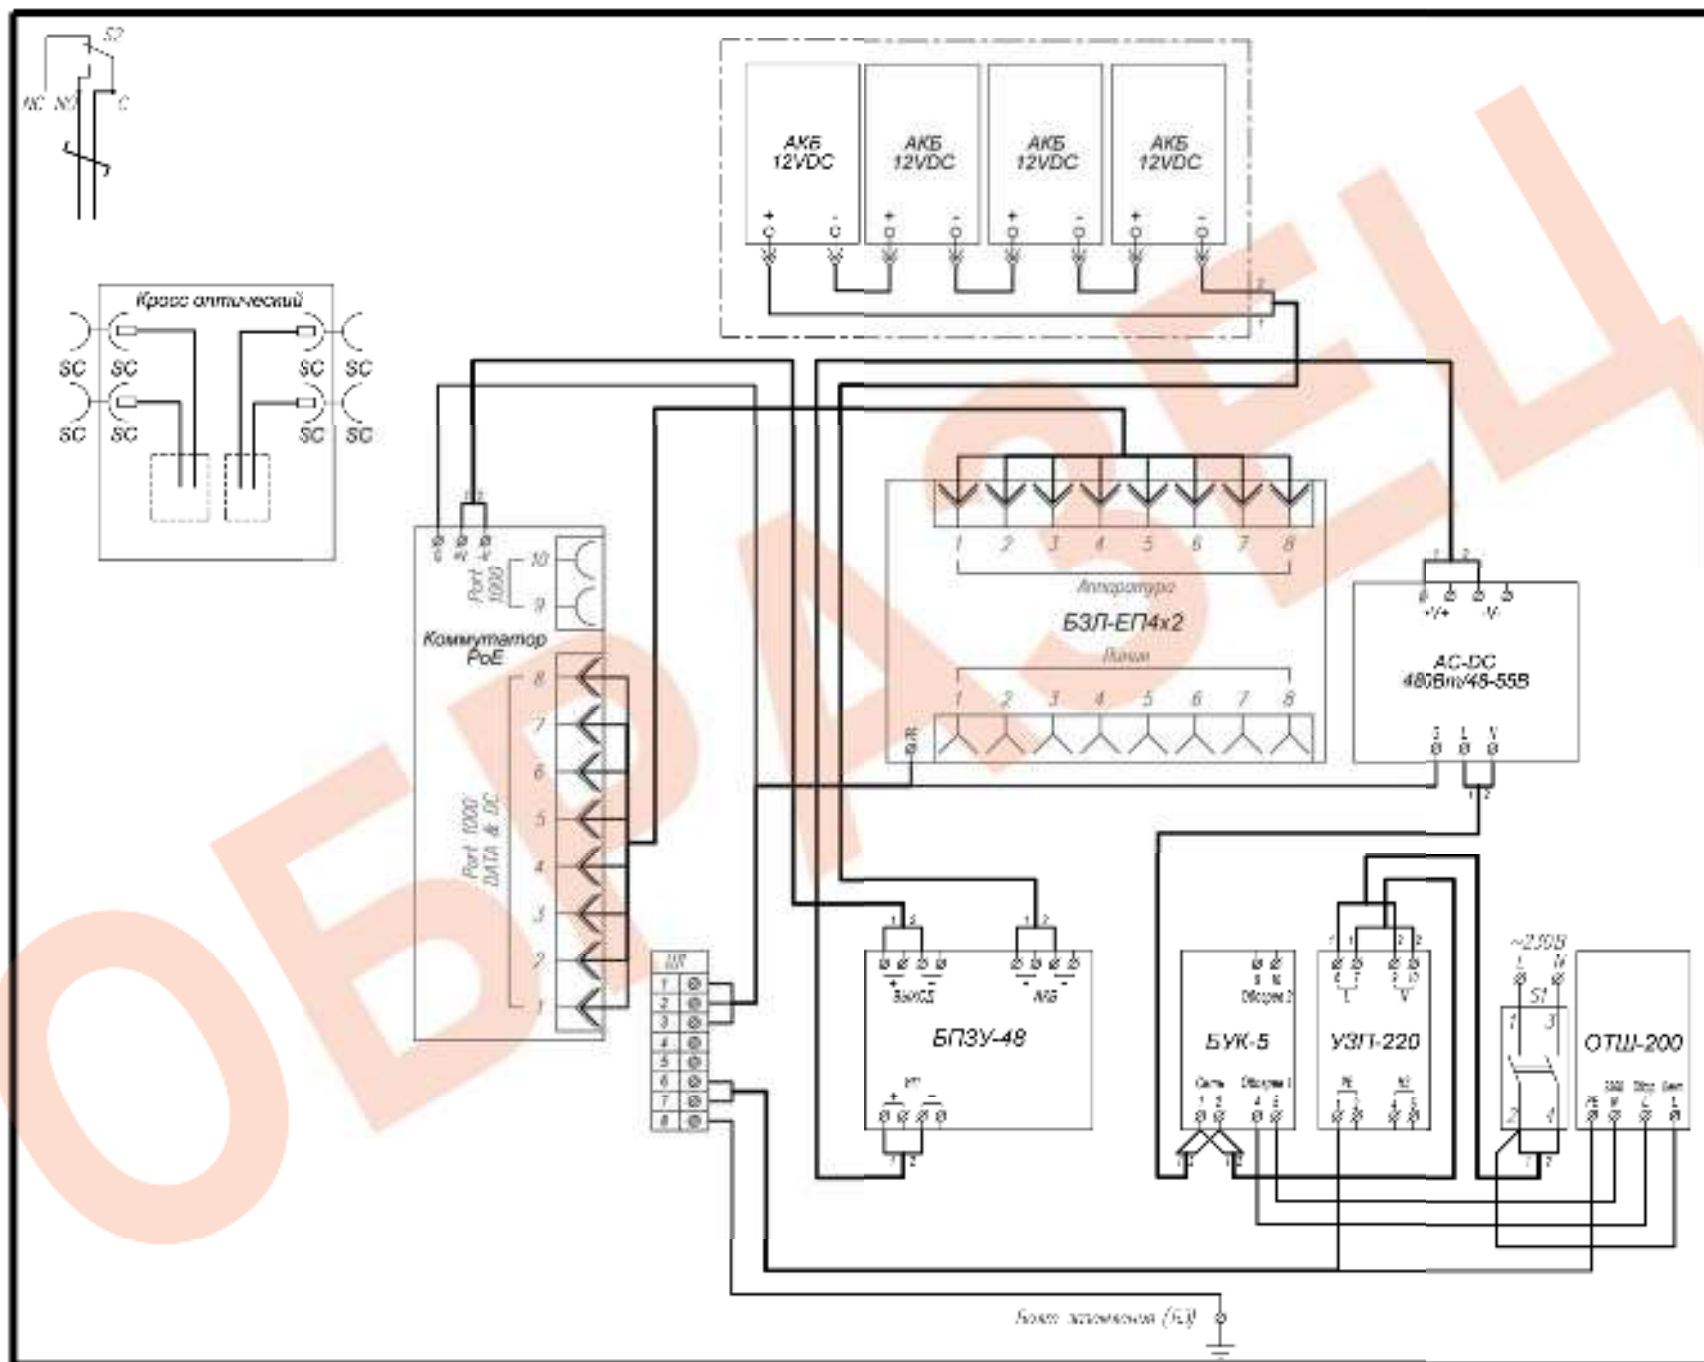

Рис.1 Схема электрическая принципиальная
- 4. Подключить АКБ к БПЗУ-48 согласно схеме (рис.1).
- 7. Подключить кабель питания к входу автомата питания S1 (сечение подключаемых проводов до 25 мм²), при этом фазный провод (L) соединить с контактом 1, нулевой провод (N) с контактом 3.
1. Заземлить изделие при помощи болта заземления (БЗ) (рис.1).